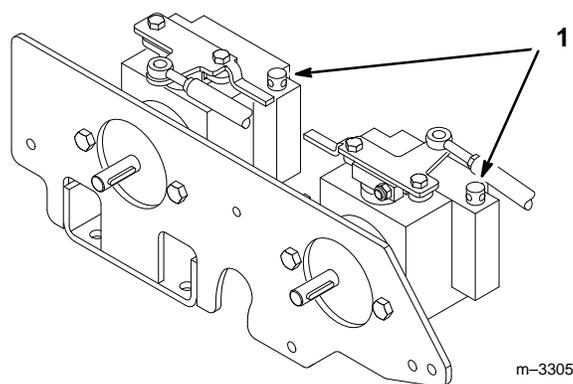

Abbildung 19
- Zum Schieben der Maschine die Pumpen-Bypassventile 2 Umdrehungen im Gegenuhrzeigersinn drehen. Dadurch kann die Hydraulikflüssigkeit die Pumpe umgehen, und die Räder können gedreht werden (Abb. 19).
- Zum Betrieb der Maschine die Bypassventile hereindreihen (Abb. 19).